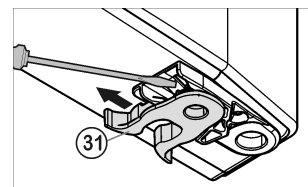

Fig. 6
- ▶ Flytta fjäderklämma Fig. 6 (31): Tryck ner spärhaken, drag bort fjäderklämman.